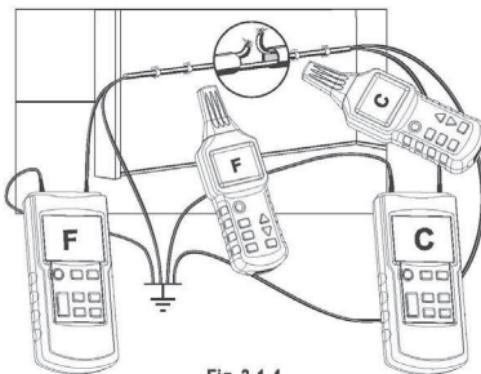

Fig. 3-1-4
*Todas las líneas que no estén siendo utilizadas deben estar conectadas a la toma de tierra auxiliar como se muestra en la Fig.3-1-4.
Si los emisores están conectados de acuerdo a la Fig. 3-1-4, el receptor indicará C en el lado izquierdo de la rotura de la línea. Si el receptor va más allá de la posición de la rotura hacia la derecha, mostrará F. Si estas directamente encima de la rotura, no se muestra ninguna línea de código, debido a la superposición de ambas señales del emisor.